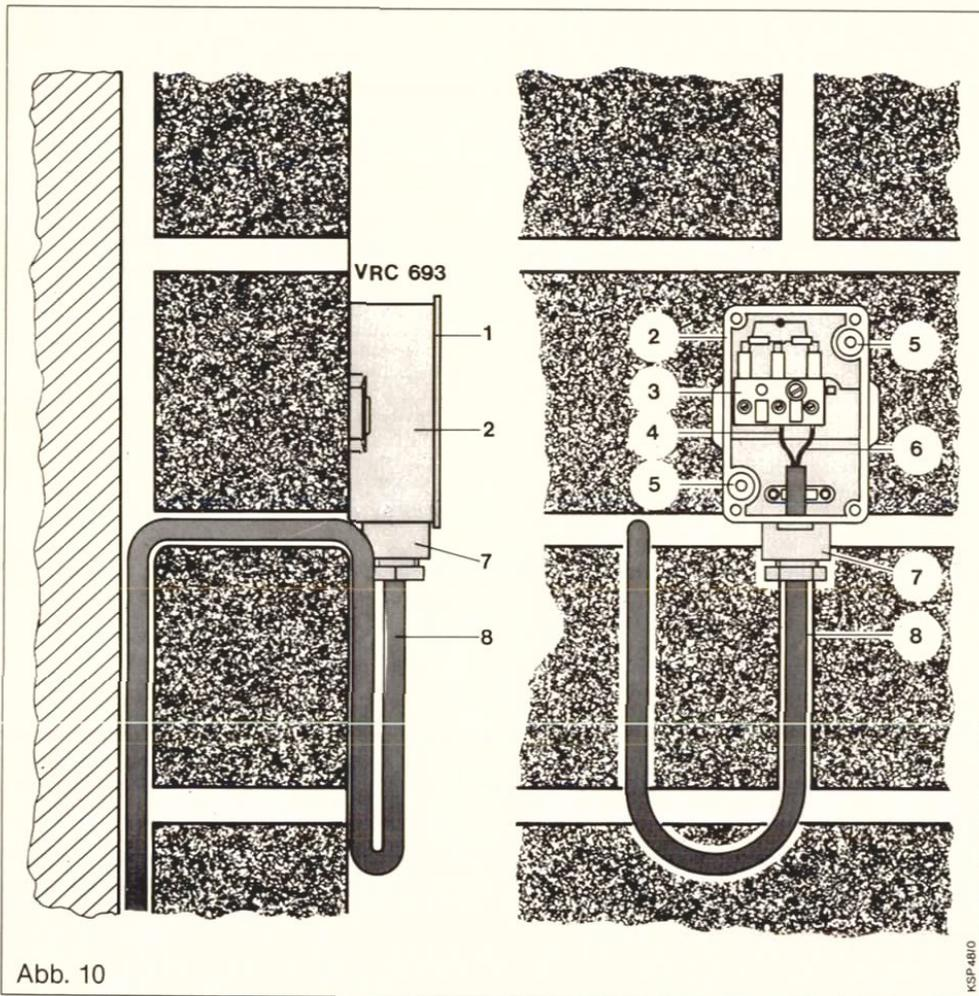

Abb. 10
Die Kabeleinführung (7) muß nach unten zeigen. Anschlußkabel* (8) 2x0,75 mm² von unten durch die Kabeleinführung (7) hereinziehen. Die braune Ader (4) und die blaue Ader (6) entsprechend der Abbildung 10 anklemmen. (Die Klemme mit der roten Markierung bleibt frei).